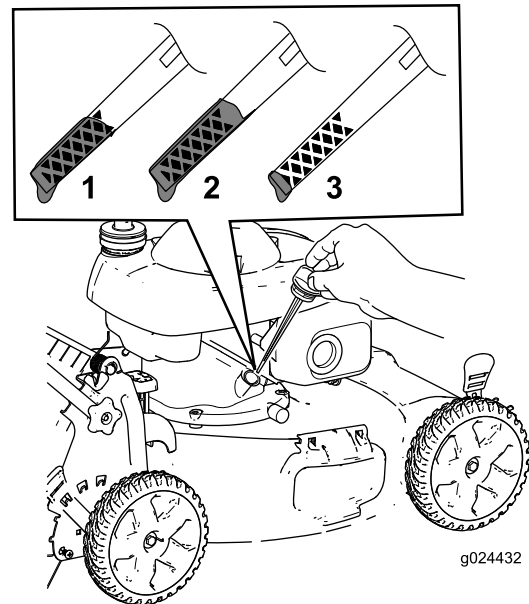

Figure 25
3. Tournez le bouchon dans le sens antihoraire et sortez la jauge (Figure 25).
4. Inclinez la machine sur le côté (filtre à air en haut) pour vidanger l'huile usagée par le tube de remplissage (Figure 25).
10. Vérifiez le niveau d'huile indiqué par la jauge (Figure 25).